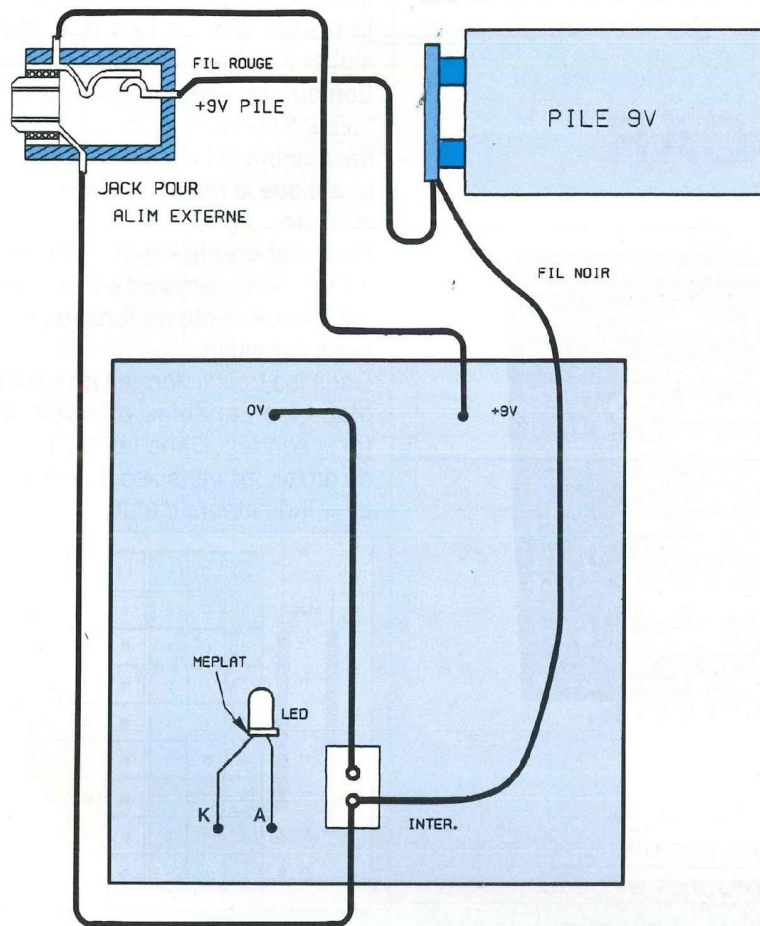

Fig. 7 : Plan de câblage du module.
6) Suivre le plan de câblage de la figure 7. Souder le raccord pression de la pile, positionner la pile et relier la masse du montage au boîtier (normalement le jack d'alimentation externe assure automatiquement la mise à la masse du boîtier : c'est indispensable pour supprimer tout risque de ronflement).